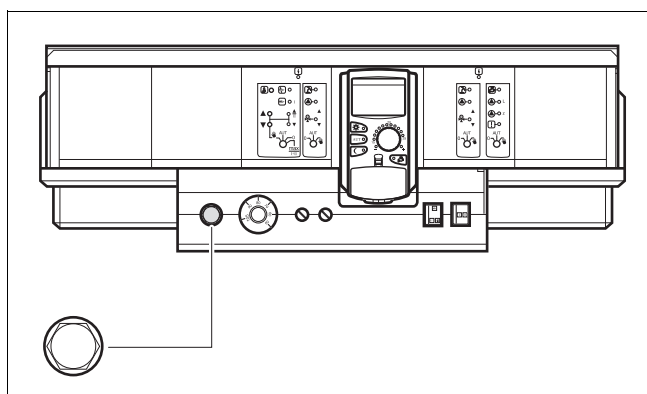

*Рис. 15 Срабатывание предохранительного ограничителя температуры*
- Вытяните кнопку регулятора температуры (TR).
- Нажмите отверткой на рычажок или кнопку (→ рис. 15, стр. 29) (в зависимости от типа системы управления) и держите так, пока сработает предохранительный ограничитель температуры.